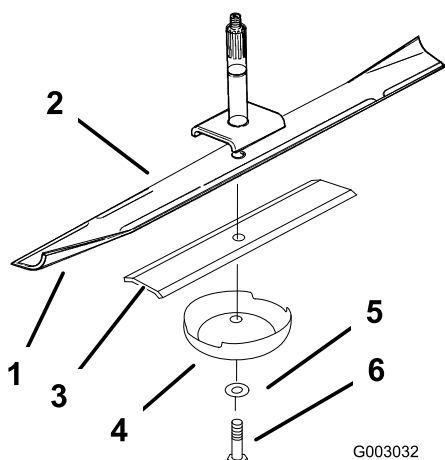
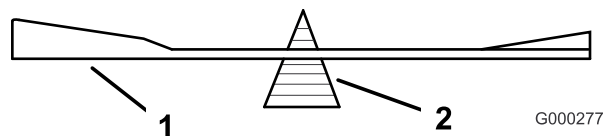

Figure 46
Figure 48
2. Enlevez de l'axe le boulon, le renfort de lame, la rondelle et la lame (Figure 46).
2. Vérifiez l'équilibre de la lame en la plaçant sur un équilibreur (Figure 48). Si la lame reste horizontale, elle est équilibrée et peut être utilisée. Si la lame est déséquilibrée, limez un peu l'extrémité de la partie relevée seulement (Figure 46). Répétez la procédure jusqu'à ce que la lame soit équilibrée.
1. Placez la lame sur l'axe (Figure 46).
**Important:** Pour obtenir une coupe correcte, la partie relevée de la lame doit être tournée vers le haut et dirigée vers l'intérieur du tablier de coupe (Figure 46).
2. Posez la lame, le renfort, la rondelle plate et le boulon de lame (Figure 46).